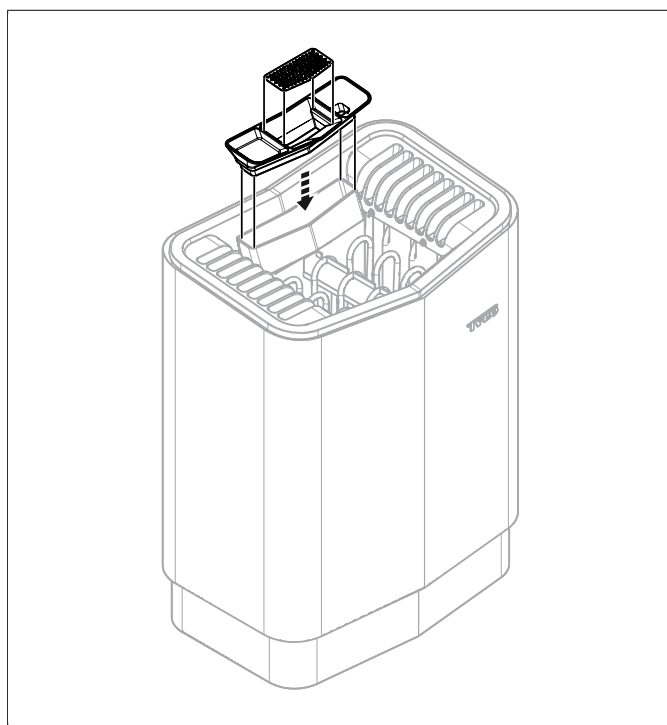

Fig 13: Montering av örtsil, doftbehållare/luftfuktare/örtskål och behållare ner till tank
11. Montera örtsil, doftbehållare/luftfuktare/örtskål och behållare ner till vattentank (se **Fig 13**, sidan 6).